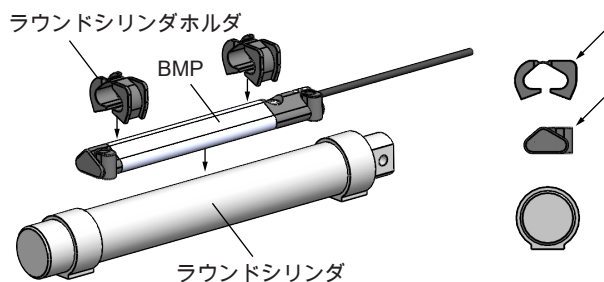

図 4-8: BMP にホルダを固定する
1. ラウンドシリンダホルダを BMP に挟みつけます。その際、ホルダのオリエンテーションに注意してください ( 図 4-8 を参照 )。